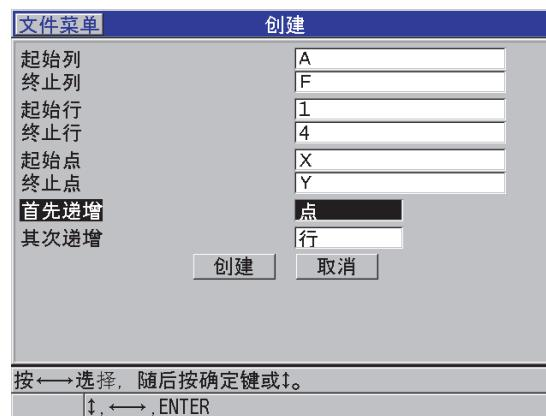

图 11-12 为 3D 栅格数据文件类型配置 ID 范围
3. 在创建屏幕的第二页中 (参见第 183 页的图 11-12):